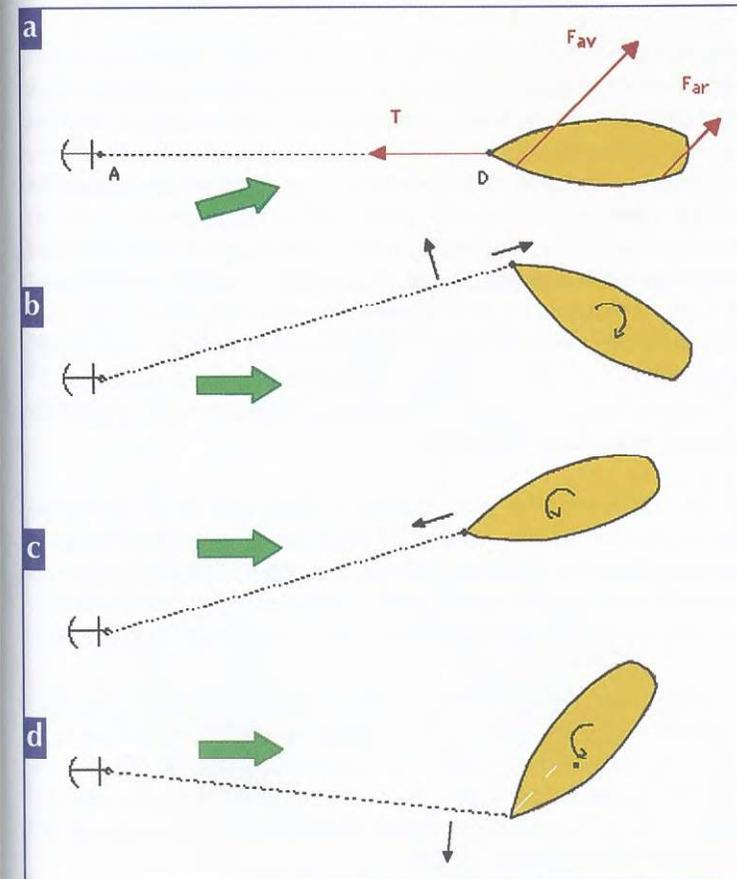

Figure 3
A la moindre saute de vent (figure 3 a) :
**déporte sous le vent** ; même si le vent retourne à sa direction initiale, le mal est fait (**figure 3 b**).
En bref, rappelé par l'élasticité de la ligne, le bateau part en avant en lofant, repasse le lit du vent (**figure 3 c**) et « tire un bord » (carré !) sous sa nouvelle amure (**figure 3 d**). Ce louvoyage bizarre se poursuit, entretenu par les sautes et les rafales de vent. Certains prétendent que c'est un pilote d'hélicoptère, plaisancier à ses heures qui, observant le phénomène d'en haut après l'avoir subi en bas, le baptisa « essuie-glace »...
- Les surtensions les plus violentes se produisent aux angles de balayage maximum (**figure 3 b**).